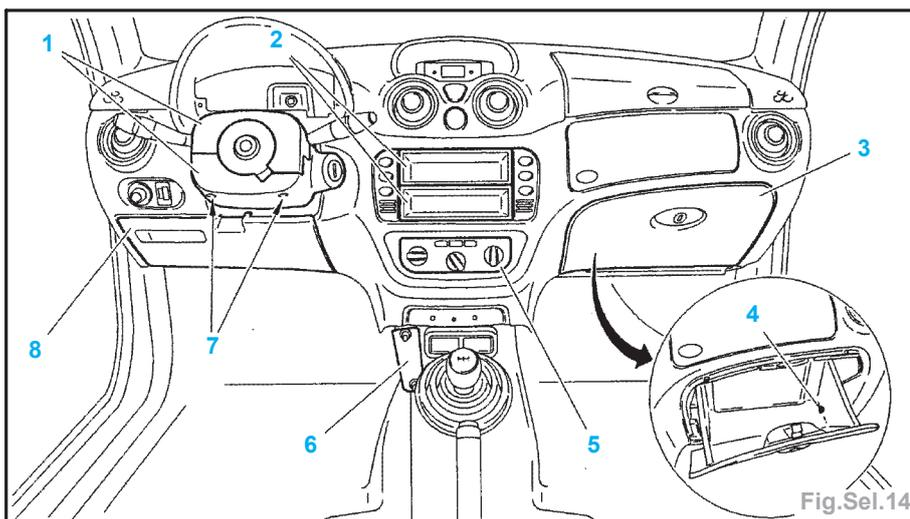
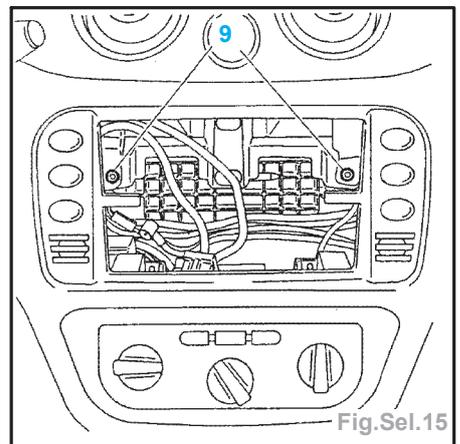

Fig.Sel.14
Fig.Sel.15
- le cache (8),
- l'écrou (9),
- l'enjoliveur de frein à main (6),
- le soufflet du levier de vitesses (5),
- le cache AV (3),
- les vis (1),
- débrancher l'allume-cigare (2) et les boutons (4),
- Déposer (Fig.Sel.14) :
- le tableau de commande de climatisation (5),
- la jambe de force (6),
- le volet de boîte à fusibles (8),
- les vis (7),
- les caches sup. et inf. (1),
- les boîtes de rangements ou l'autoradio (2),
- le couvercle (3) en déclippant l'axe (4).
- les vis (9) (Fig.Sel.15),